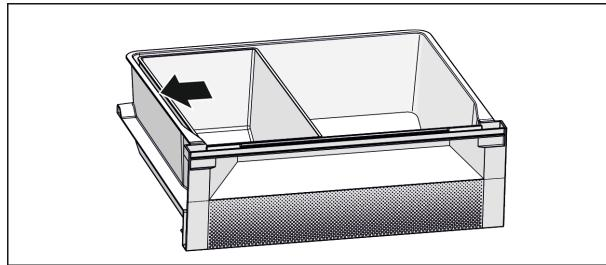

Fig. 7
- ▶ За оптимална охлаждаща функция: Позиционирайте тавичката Fish & Seafood съгласно фигура (виж Fig. 7) .